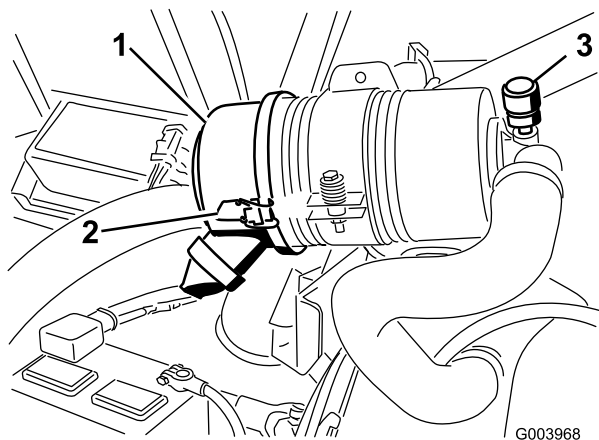

図 59
エアクリーナの整備はインジケータ（図 59）が赤色になってから行ってください。早めに整備を行っても意味がありません。むしろフィルタを外したときにエンジン内部に異物を入れてしまう危険が大きくなります。
1. エアクリーナのカバーをボディーに固定しているラッチを外す(図 59)。